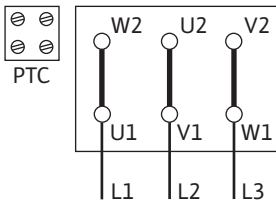

Fig. 12: Conmutación Δ
- La alimentación eléctrica depende de la potencia del motor P2, de la tensión de red y del tipo de arranque. La conmutación necesaria de las clavijas de conexión en la caja de bornes se indica en la tabla siguiente, así como en las Fig. 12, 13 y 14.